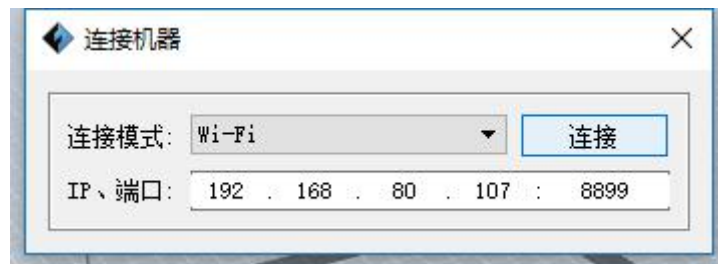

图 6-32
c. (图 6-32) 打印机成功连上 WiFi 信号以后，点击您电脑右下角无线网络图标，在无线网络列表中找到打印机所连接的无线网络，点击[连接]按钮来连接此信号；